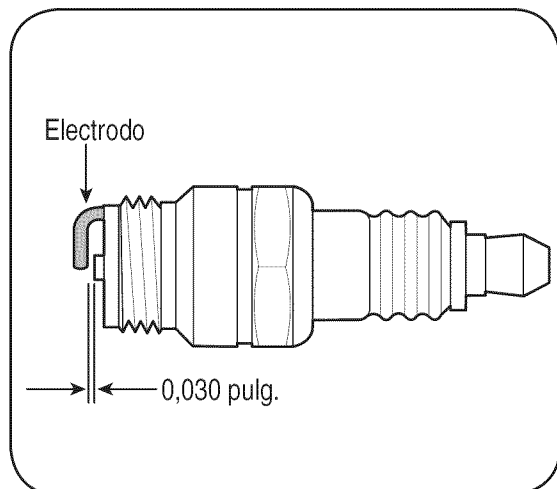

Figura 10-4: Mida la separación de bujía con un calibrador.
3. Mida la separación de bujía con un calibrador. Corrija de ser necesario torciendo el electrodo lateral. Vea la figura 10-4. La separación debe establecerse en 0,030 pulg.